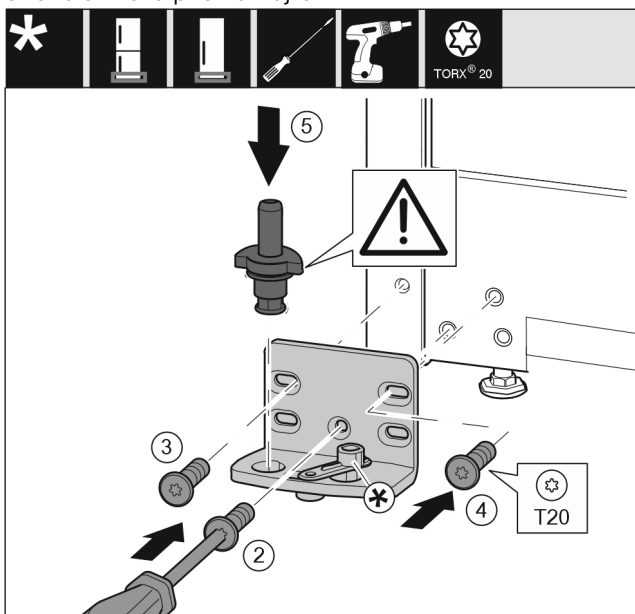

Fig. 20
- ▶ Nasadte ložiskovú konzolu na druhú stranu a priskrutkujte ju pomocou skrutkovača. Začnite skrutkou Fig. 20 (2) dole v strede.
- ▶ Pevne utiahnite skrutku Fig. 20 (3) a skrutku Fig. 20 (4).
- ▶ Úplne nasadte ložiskový čap Fig. 20 (5). Dbajte pritom na to, aby zaistovací doraz ukazoval smerom dozadu.